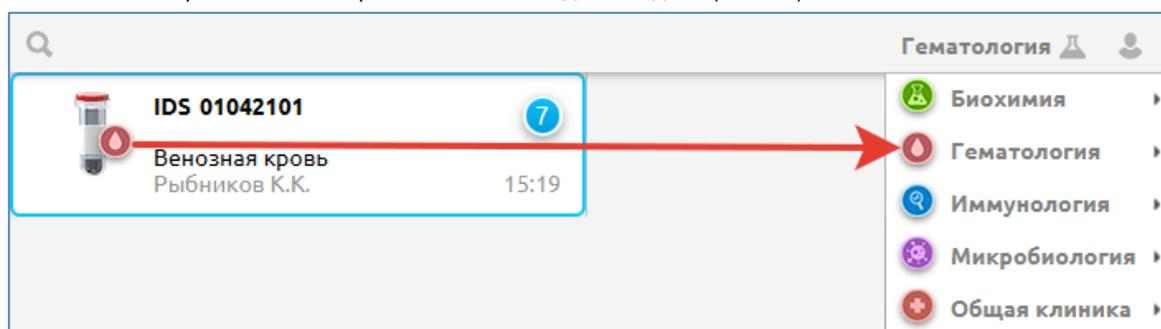
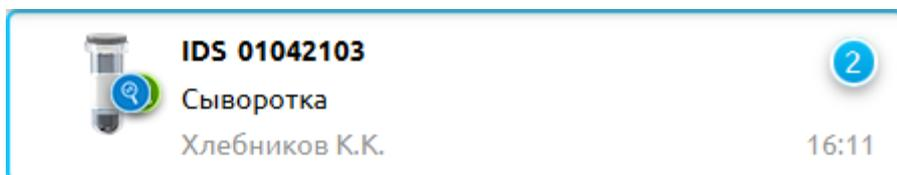

Рис. 34
Рис. 35
- Пиктограмма, показывающая целевой отдел лаборатории для данного биоматериала. Как правило, пиктограмма на плашке биоматериала – та же, что и пиктограмма выбранного отдела (Рис. 34). Но могут быть ситуации, когда на плашке отображается пиктограмма более чем одного отдела (Рис. 35).